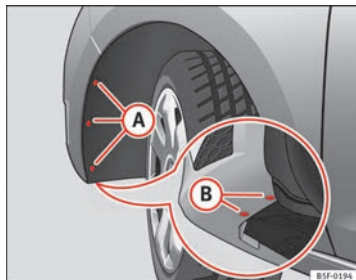

Fig. 148 Projecteur antibrouillard : accès au connecteur et au porte-ampoule.
- Retirez les 3 vis (A) ⇒ fig. 148 à l'intérieur de l'aile et les 2 vis inférieures (B) ⇒ fig. 148 du pare-chocs en vous servant d'un tournevis.